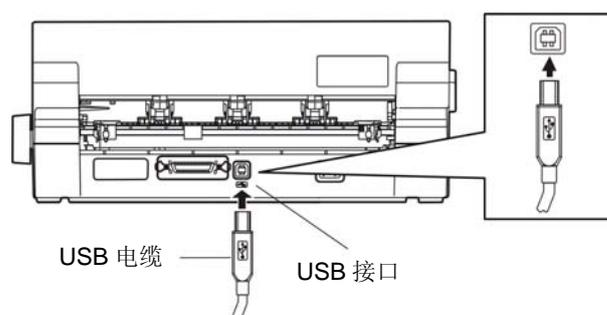

图 2-10 连接 USB 口打印电缆
- 将 USB 接口电缆的 A 端插头（方型）插进打印机的 USB 接口插座中（如图 2-10 所示）。